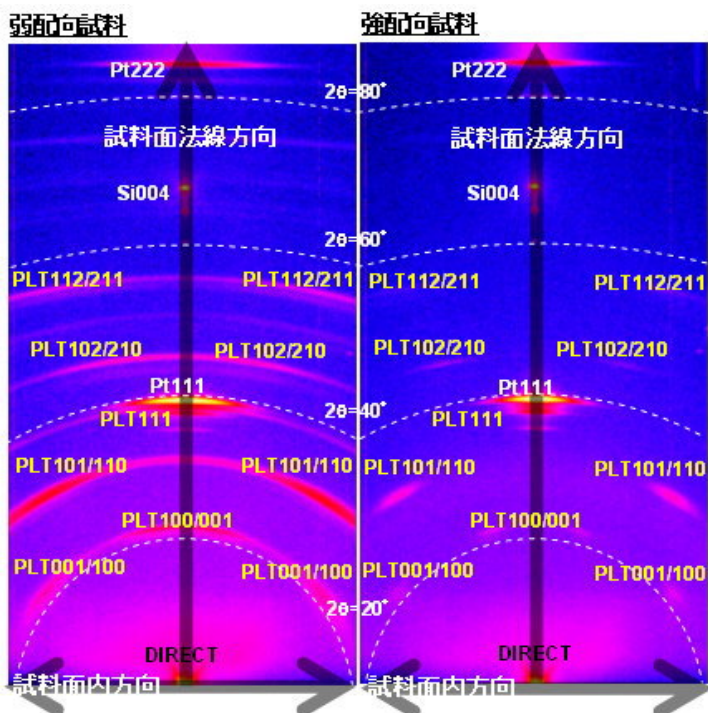
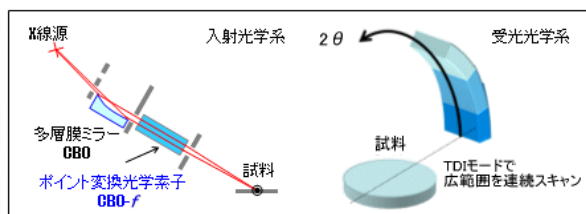

図1 配向性の異なるPLT膜/Pt下地/Si基板の測定例
図2 光学系図
強誘電膜(Pb,La)TiO₃(以下PLTと表記)の弱配向試料と強配向試料を2次元検出器を用いて測定しました(図1 測定範囲: 2θ = 0~90° 測定時間:90秒 装置:SmartLab)。主な配向が、PLT(111) // Pt(111) // Si(001) という方位関係であることがわかると同時に、製膜条件に起因するPLT膜の配向性の違いが、回折スポットの広がり方(強配向試料ではスポット状、弱配向試料ではリング状)から一目で読み取れます。ワンタッチでライン光学系を強度ロスなくポイント光学系に変換する光学素子CBO-f⁽¹⁾と、検出器のTDIモード^(*)(2)により、広範囲の2次元X線回折パターンを高強度かつ迅速に観測できます(図2)。また、検出器のダイナミックレンジが広いので、弱配向成分の微弱な回折スポットからSi基板やPt下地層の高強度のスポットまで、アッテネーター等を用いず一度に測定できます。